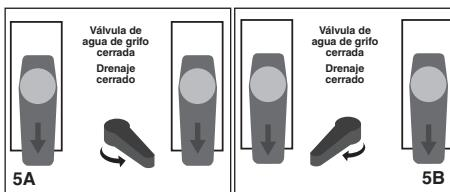

Figura 5 – Operación de desincrustación (lavado a presión con un producto químico)
- Fije la posición de las válvulas de entrada y de retorno, y el inversor de flujo, como se indica en la *Figura 5 A*.
- Fije la posición de las válvulas de entrada y de retorno, y el inversor de flujo, como se indica en la *Figura 5 B*.